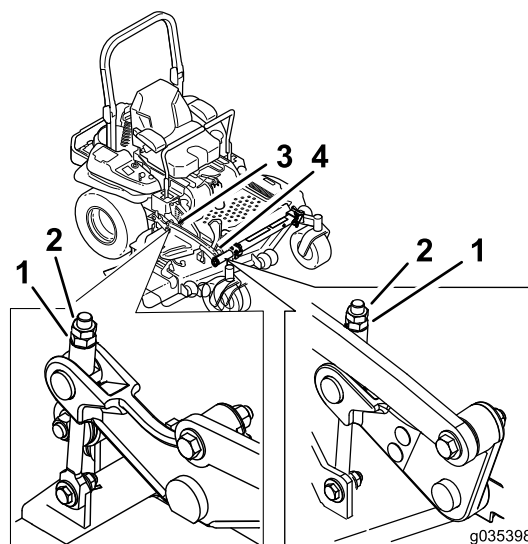

Figura 97
10. Afine a porca de ajuste no conjunto de elevação da plataforma rodando-a (Figura 97).
16. Regule o ajuste girando para a altura de 8,3 cm (Figura 97).